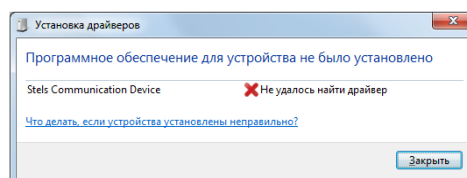

Рис. 5.4. Окно Установка драйверов
2. Щелкните по уведомлению левой кнопкой мыши и в открывшемся окне *Установка драйверов* нажмите кнопку *Заккрыть* (рис. 5.4).